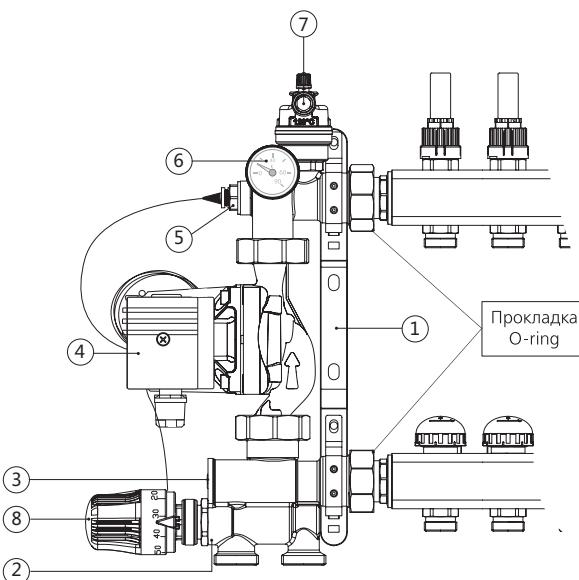
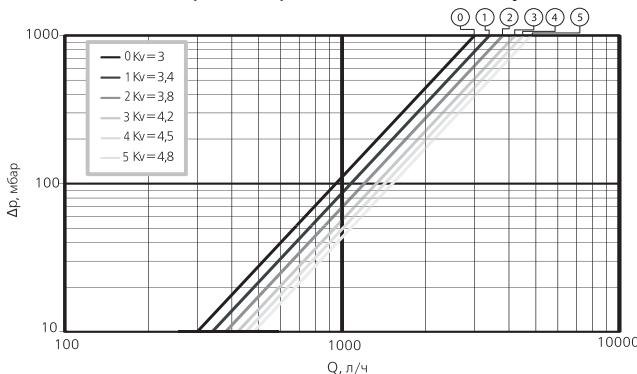

Рис.1
Рис. 3
2. при помощи монтажного кольца головки закрепите её на смесительном кла пане (рис. 1 поз. 2);
3. поместите датчик в гнездо температурного датчика (рис. 1 поз. 5);
Согласно приведённой ниже диаграмме (рис. 3), расходу 1032 л/ч, соответствуют 6 разных кривых ΔP_{valv} при разных настройках байпаса (рис. 1 поз.3): чем меньше открыт байпас, тем быстрее достигается требуемая температура на подаче, и наоборот, при максимально открытом байпасе увеличивается расход и одновременно сокращается колебание температуры подачи, связанное с открытием-закрытием различных зон, на которые разделяется система отопления.
Температура подачи низкотемпературного контура отопления задаётся на терmostатической головке (рис. 1 поз.8), с диапазоном установки от 20 до 65 °C, и поддерживается постоянной благодаря действию терmostатического клапана.